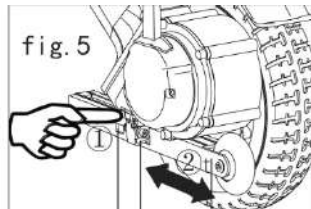

fig. 5
L'antiribaltamento è un dispositivo di sicurezza per evitare che la carrozzina si capovolga durante la guida su superfici piane (Fig.5). Quando deve utilizzare solo superfici piane interne, ritragga il supporto della ruota inclinabile verso l'interno. Quando deve guidare su un pendio, deve spostare l'antiribaltamento fino alla marcia più esterna. Per la regolazione, basta premere a mano il fermo del supporto antiribaltamento ① che può muoversi verso l'interno o verso l'esterno □. Inserisca il fermo nel foro del limite di posizione ③ quando la posizione è confermata.